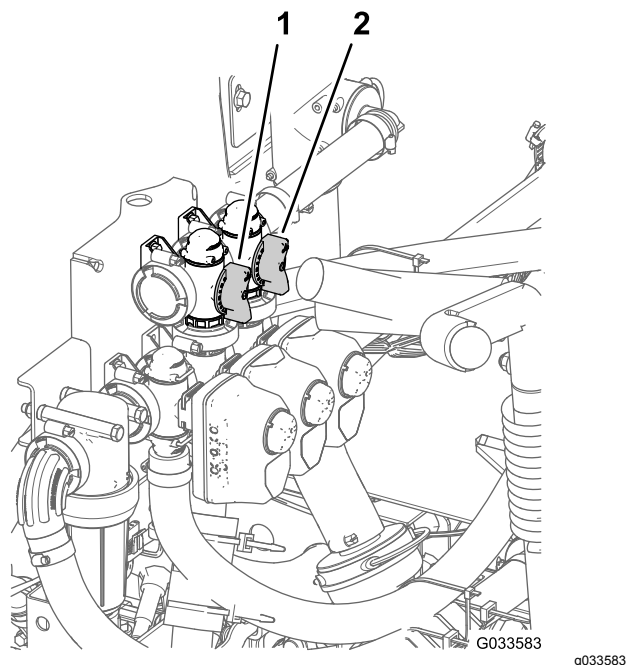

Figure 88
11. Réglez la vanne de dérivation (**Figure 88**) à l'arrière de la vanne d'agitation jusqu'à ce que la pression indiquée soit 6,9 bar.
8. Déplacez plus ou moins la poignée de dérivation générale des sections de manière à réguler l'agitation à l'intérieur de la cuve (**Figure 88**).